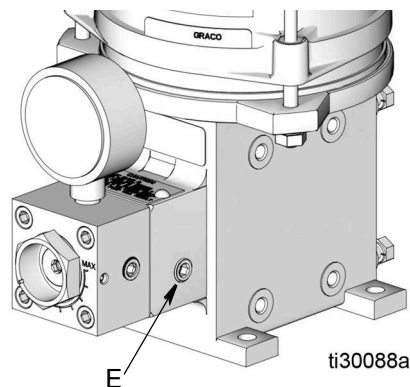

图 6: 排放塞
- 加注油储器需要一个外部无气供应源，该供应源连接到加注螺柱 (13)。
1. 卸下加注口盖 (12)
2. 将润滑脂供料源连接到加注螺柱 (13)。
3. 松开位于加注螺柱 (13) 底部相对侧的排放塞 (E) (图 6)。